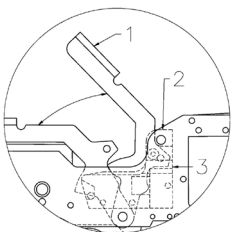

图2
2. 装填及点火(图2)
在常规清洁中不需要拆卸手枪。当枪膛处于开启(“装弹”)位置时,可以通过使用提供的清洁棒,从握把上的开口穿过枪膛闭锁块上开口对应的位置(图2(3)),以清洁膛室和枪管。为了避免污垢或灰尘渗入扳机组件和机械装置中,建议在使用气体清洁剂之前,手枪旋转180度,握把底盖面朝上。